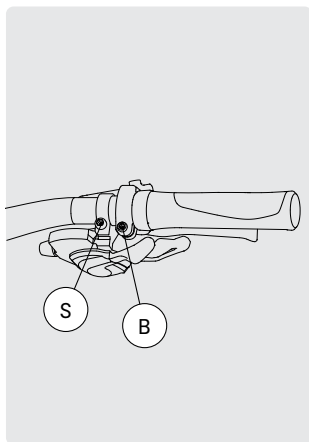

FIG. 25
- 1 Allentare le viti a brugola S e B sulla leva del cambio e sulla leva del freno (fig. 25).